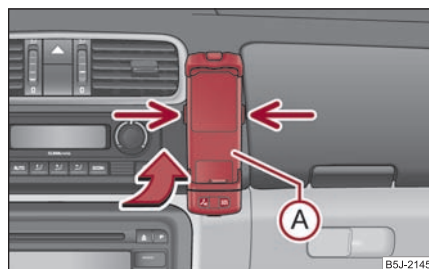

Abb. 136 Universale Vorbereitung für das Telefon
- Schieben Sie zuerst den Adapter (A) in Pfeilrichtung ⇒ Abb. 136 bis zum Anschlag in den Halter. Drücken Sie den Adapter leicht nach unten, bis er sicher einrastet.
- Setzen Sie das Telefon in den Adapter (A) (laut Anleitung des Herstellers) ein.
- Drücken Sie gleichzeitig die seitlichen Verriegelungen des Halters und nehmen das Telefon mit Adapter heraus ⇒ Abb. 136.